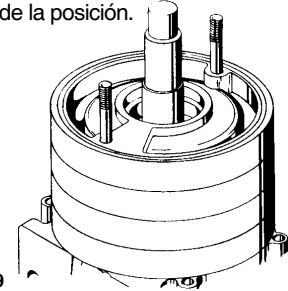

Figura 4-9
14. Para terminar el montaje de la segunda etapa, instale un anillo derecho del canal (# 9) haciendo frente hacia abajo hacia el impeedor.(refer para figura 4-9) que la abertura pequeña de la descarga debe estar en los "siete hora" de la posición.